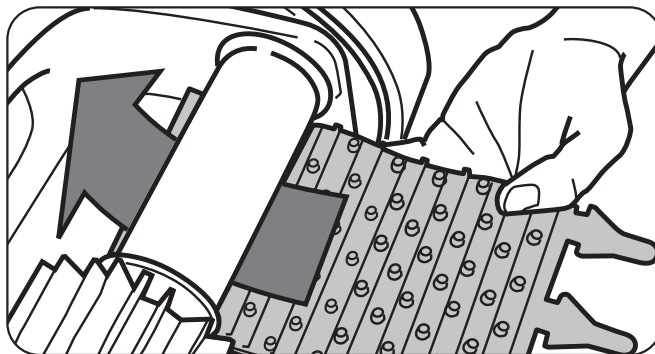

Figure 20. Positionner la nouvelle brosse sur le rouleau
2. Positionner la nouvelle brosse sous le rouleau avec les brins orientés vers le bas (Figure 20).